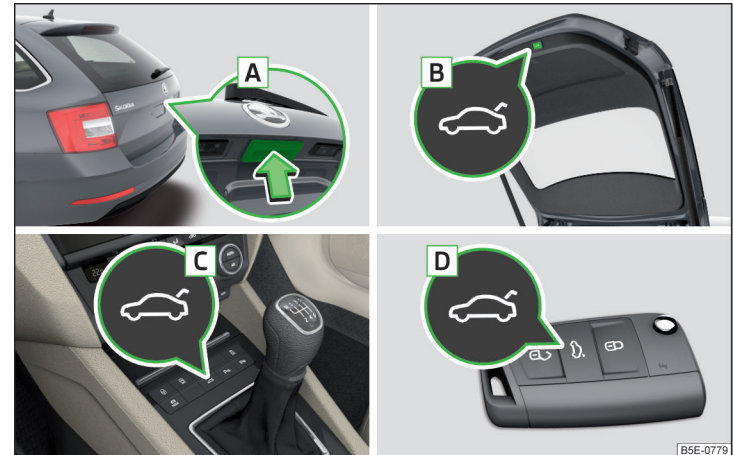

Abb. 58 Klappenbedienung
- ▶ Durch das Drücken des Griffs **A** » Abb. 58.
- ▶ Durch das Drücken der Taste **B** » Abb. 58.
- Die Taste **B** » Abb. 58 auf Seite 69 gedrückt halten, bis ein akustisches Signal ertönt.
Die Klappe reagiert nicht auf ein Öffnungssignal	Entfernen eines eventuellen Hindernisses (z. B. Schnee), erneutes Öffnen der Klappe » Seite 69 Drücken des Griffs A » Abb. 58 auf Seite 69 und Ziehen der Klappe nach oben